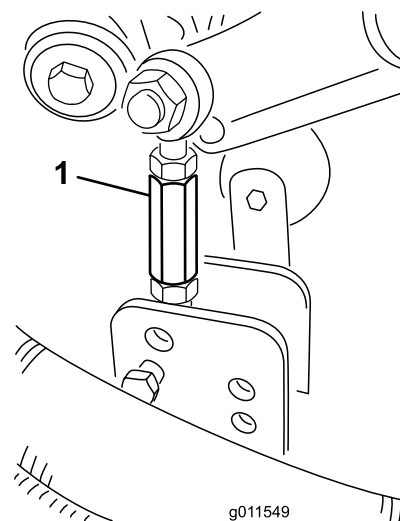
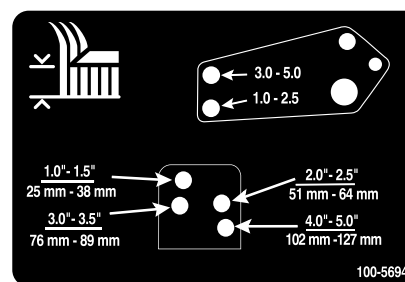

Figura 25
Figura 26
8. Retire os contrapinos tipo grampo e os pinos de segurança que fixam os elementos de ligação do amortecedor aos suportes da unidade de corte (Figura 25). Alinhe os orifícios do elemento de ligação do amortecedor com os orifícios da altura de corte desejada na estrutura da unidade de corte (Figura 26) e monte os respectivos pinos de segurança e contrapinos tipo grampo.